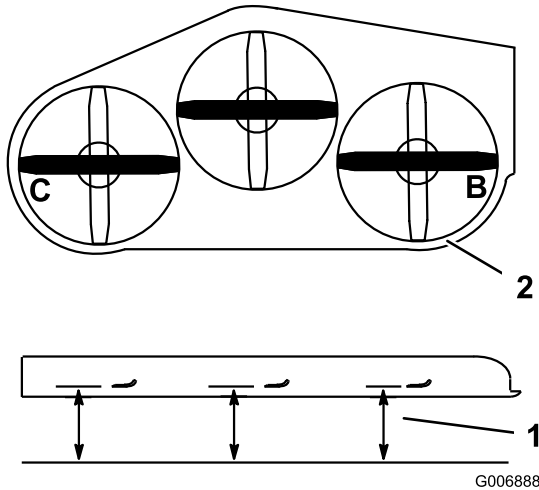

Figura 76
1. Coloque la cuchilla **derecha** en posición lateral (Figura 76).
4. Coloque la cuchilla izquierda en posición lateral (Figura 76).
5. Mida la cuchilla izquierda en la posición **C** (Figura 76) desde una superficie nivelada hasta el filo de corte del extremo de la cuchilla.